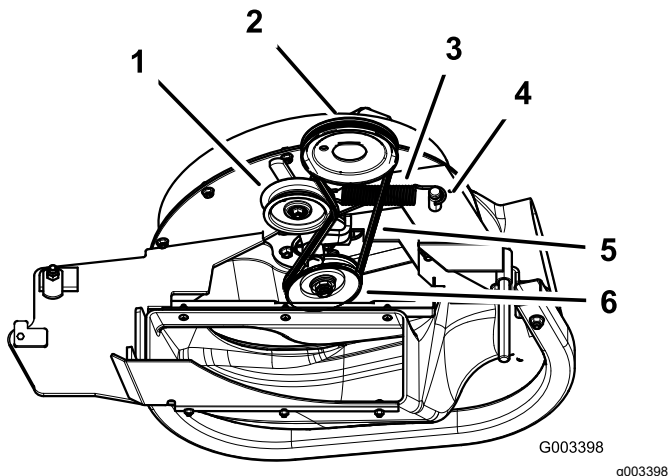

Bild 40
3. Ziehen Sie an der gefederten Spannscheibe, um die Riemenspannung zu lösen (Bild 40).
5. Verlegen Sie einen neuen Riemen um die Gebläseriemenscheiben und die Mähwerkriemenscheibe (Bild 40).
7. Ziehen Sie die gefederte Spannscheibe zurück und verlegen den Riemen auf der gefederten Spannscheibe (Bild 40).